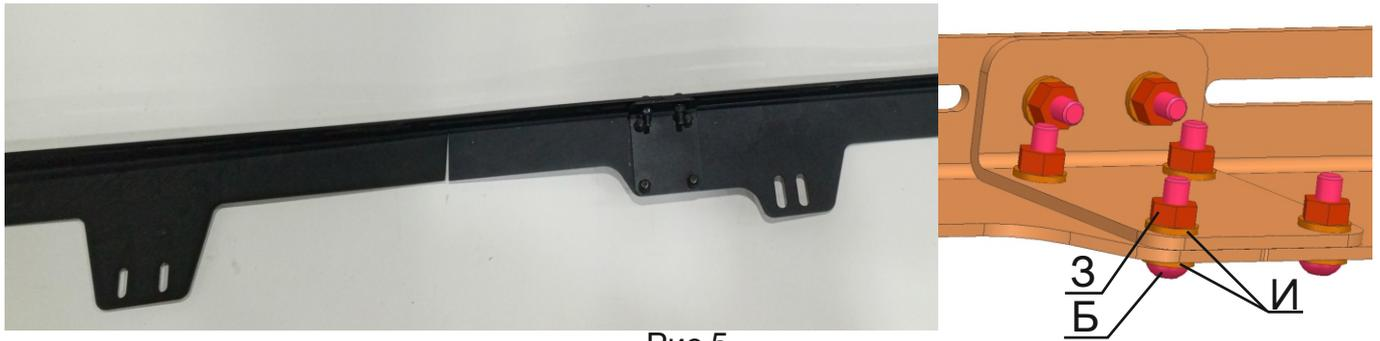

Рис.5
4. Соедините левый передний кронштейн (поз. 2) и левый задний кронштейн (поз.4) с помощью кронштейна соединительного (поз.10), винтов 6x20 (поз.Б), гаек 6 (поз.3) и шайб 6 (поз.И), как показано на рис.5.